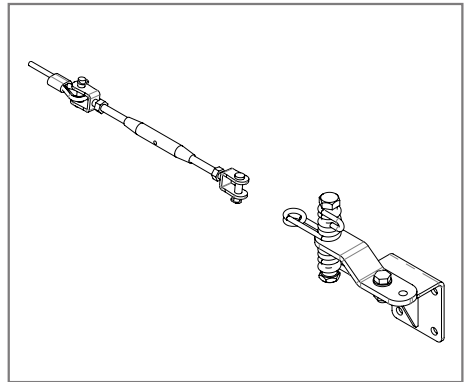

Figura 4
- Collegare il tenditore al cavo di acciaio e aprirlo ruotando l'elemento centrale fino alla massima apertura. Tendere il cavo d'acciaio e installare il 2° punto di estremità [Figura 4].